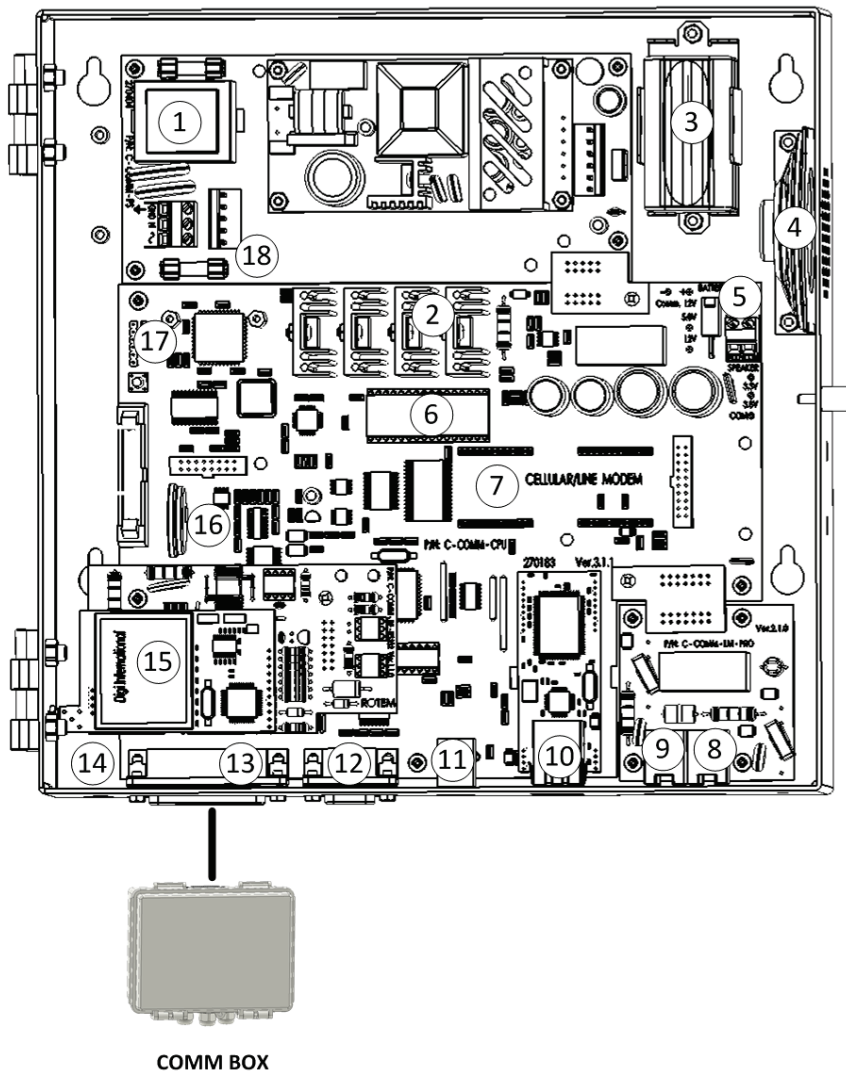

Figura 1: Conector de Caja de Conexión Externa y Placa de Componentes Internos (muestra)
1. Abrir el Communicator y verificar que todos los dispositivos estén correctamente instalados. Figura 1 ilustran ejemplos de Communicadores y sus componentes.
Figura 1 explicación
1. Conectar la Caja de Conexión Externa al Communicator usando el conector de 25 pines (Figura 1).